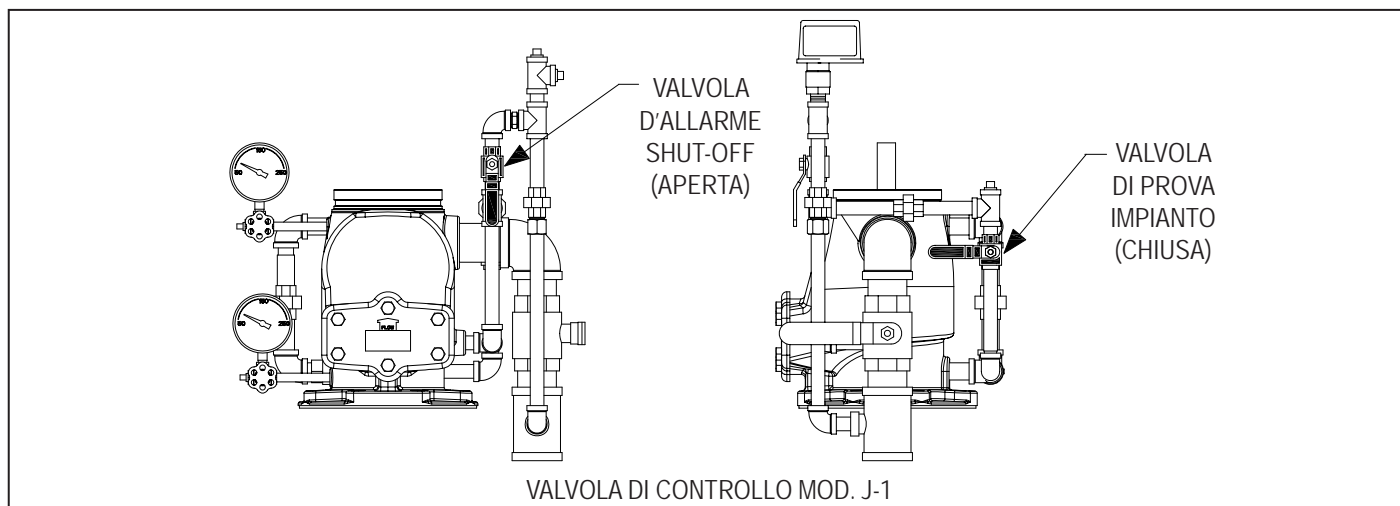

Figura 38
- 5. Nel caso di sistemi che utilizzino la valvola d'allarme modello J-1, verificare che la valvola shut-off nel trim della valvola ad umido sia APERTA (Figura 38), la valvola di test allarme sia CHIUSA, e che tutte le valvole siano nella loro posizione operativa normale e adeguatamente serrate.